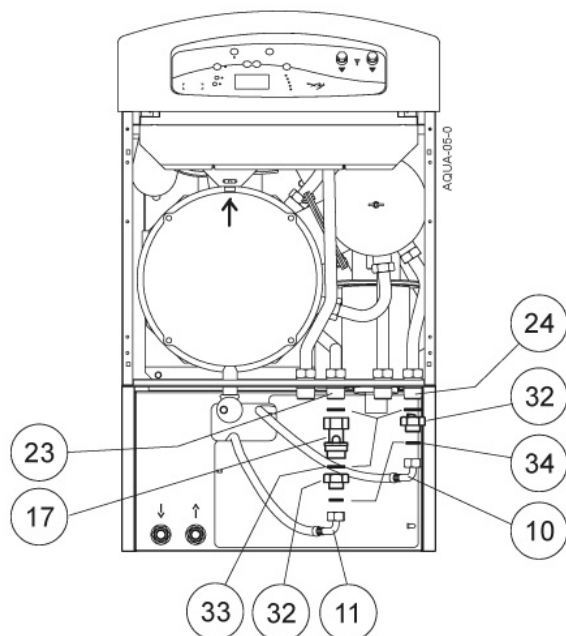

Fig. 7
- Plaats de ketel op de 4 verstevigingen (E). Gebruik daarvoor metalen buizen (gaten van Ø 30 mm om de buizen door te steken zijn voorzien in de sokkel van de ketel).
- Veranker de ketel aan de 2 voorste verstevigingen van de boiler met 2 bouten, moeren en rondellen (F) uit het zakje met toebehoren.
- Verwijder de plaat (G) achteraan de boiler (vijsje losdraaien).
- de aansluiting van de 2 flexibels (10 en 11) op de ketel, (zie fig. 7),
- de elektrische aansluiting van de pompen (6 en 8) en van de sanitaire sensor (4) aan de klemmenblok van de ketel (zie § 7).
- Positionner la chaudière sur les 4 renforts (E) à l'aide de barres de manutentions (orifices Ø 30 mm prévus pour les passages des barres dans le socle de la chaudière).
- Fixer la chaudière aux 2 renforts avant du ballon à l'aide des 2 vis, écrous et rondelles (F) livrées dans la pochette accessoires du ballon.
- Oter la trappe (G) à l'arrière du ballon (retrait d'une vis).
- le raccordement des 2 flexibles (10 et 11) sur la chaudière (voir fig. 7),
- le raccordement électrique des circulateurs (6 et 8) et de la sonde sanitaire (4) au bornier électrique de la chaudière (voir § 7).
6.3.3 Zakje met toebehoren (fig. 7)
6.3.3 Pochette accessoires (fig. 7)